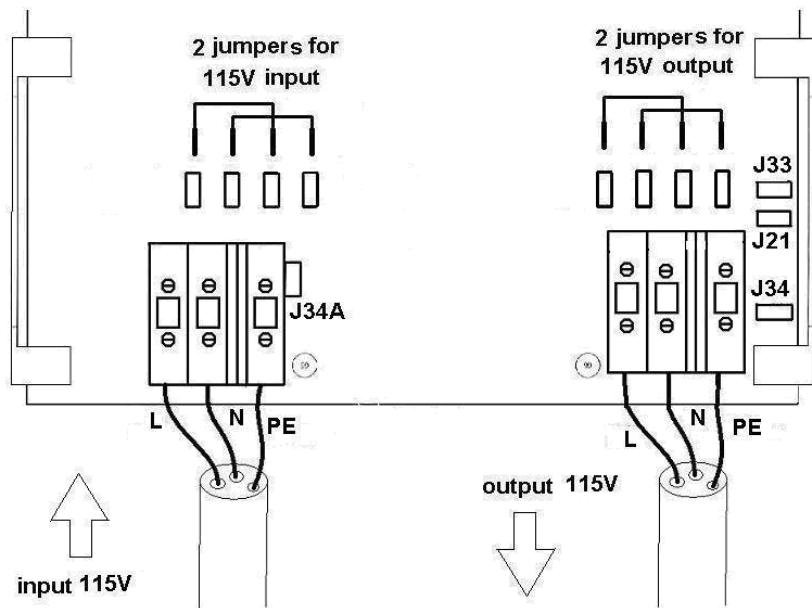

Abb. 3: Brückenschaltung bei 115/120V Eingang/Ausgang
**2.2.3 Bei 115/120 V Eingang/Ausgang, setzen Sie Brücken entsprechend Abb. 3.**